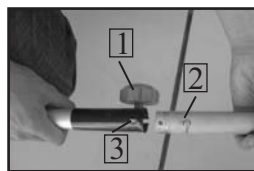

рис. 4
6.3 Установка нижней части штанги гибкого вала (рис.4).
6.3.1 Ослабьте барашковую рукоятку **1** (рис.4), откручивая её против часовой стрелки.
6.3.2 Совместите верхнюю и нижнюю части штанги, как показано на рис.4
6.3.3 Соедините верхнюю и нижние части штанги. При этом фиксирующая кнопка **2** (рис.4) должна находиться в отверстии **3** (рис.4) соединительной муфты.
6.3.4 Затяните барашковую рукоятку 1 (рис.4), закручивая её по часовой стрелке. Перед работой всегда проверяйте затяжку барашковой рукоятки соединительной муфты.